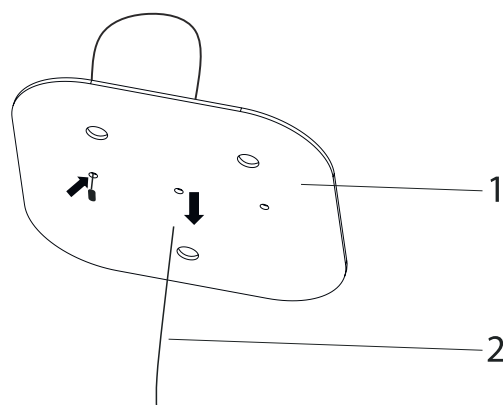

Fig. 8
2. → För stålvajern genom hålen i upphångningsplattan (Fig. 8).